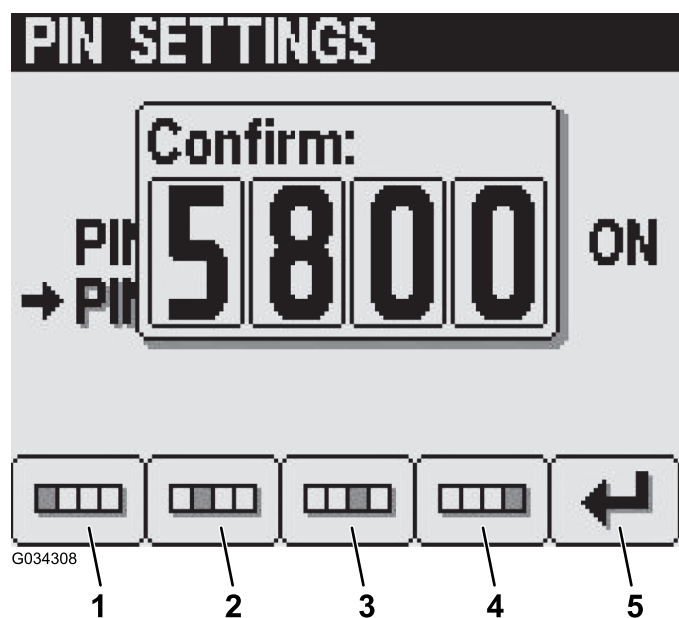

Рисунок 20
6. Для подтверждения еще раз введите новый PIN-код при помощи кнопок с 1 по 4 и по окончании ввода нажмите кнопку 5 (Рисунок 20).
Примечание: После подтверждения PIN-кода (Рисунок 20) приблизительно на 5 секунд появится экран с надписью «Pin Correct» («PIN-код верный»).